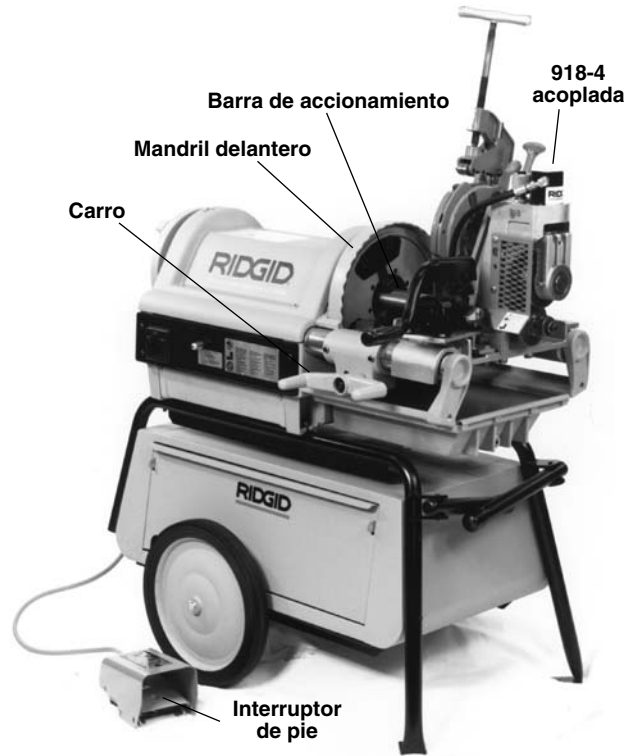

Figura 6 – Ranuradora a rodillos No. 918-4 montada a la Máquina Roscadora 1224
2. Monte la 918-4 en el riel de más atrás del carro y bájela hacia adelante sobre el riel más cercano. (Figura 6)